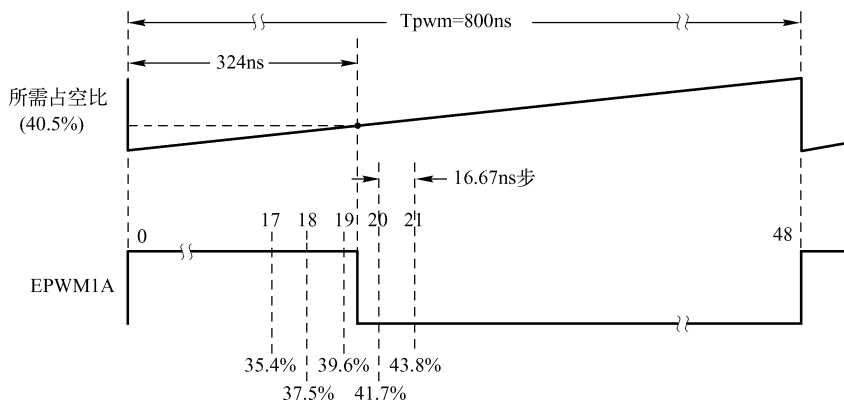

图 7-31 占空比为 40.5% 需要的 PWM 波形
1) 边沿定位。在一个典型的功率控制循环中，例如，开关模式数字电机控制 (DMC)、不间断电源 (UPS)、数字控制器 (PID, 2 极点/2 零点, 滞后/超前) 等，通常以单位制或百分制发出一个占空比命令。假设在某一个运行点，要求的占空比为 0.405 或 40.5%，需要的逆变器 PWM 频率为 1.25 MHz。在系统时钟为 60 MHz 的常规 PWM 发生系统中，选择的占空比在 40.5% 附近。图 7-6 是占空比为 40.5% 需要的 PWM 波形图。图中，计数比较值 19 (即占空比 39.6%) 是可以获得的最接近 40.5% 的数值。这相当于 316.7 ns 的边沿位置，而不是希望的 324 ns。数据如图 7-31 所示。